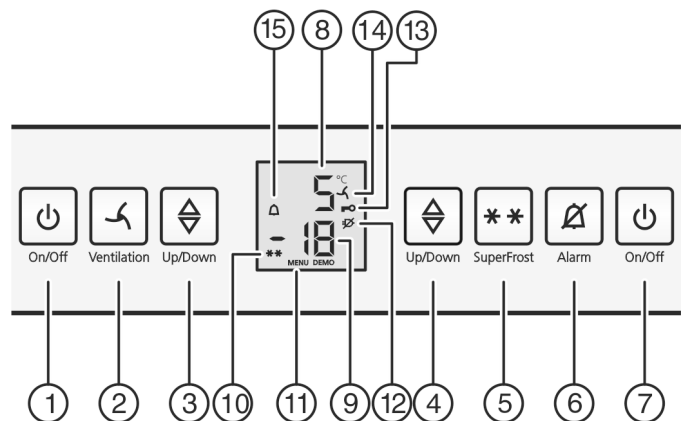

Fig. 2
- ▶ Mit der Taste SuperFrost *Fig. 2 (5)* kurz bestätigen.
- ▷ Das Symbol Kindersicherung *Fig. 2 (13)* leuchtet in der Anzeige.
- ▶ Die Taste On/Off Gefrierteil *Fig. 2 (7)* kurz drücken.
- ▶ Einstellmodus aktivieren: Taste SuperFrost *Fig. 2 (5)* ca. 5 Sekunden drücken.
- ▷ In der Anzeige wird das Symbol Menu *Fig. 2 (11)* angezeigt.
- ▷ Das Symbol Kindersicherung *Fig. 2 (13)* erlischt.
- ▶ Taste On/Off Gefrierteil *Fig. 2 (7)* drücken.
- ▶ Taste On/Off Kühlteil *Fig. 2 (1)* drücken.
- ▶ Taste Alarm *Fig. 2 (6)* drücken.
Gleichzeitig blinkt die Temperaturanzeige und das Symbol Alarm *Fig. 2 (15)*.
Der Tonwarner verstummt automatisch, das Symbol Alarm *Fig. 2 (15)* geht aus und die Temperaturanzeige hört auf zu blinken, wenn die Temperatur wieder ausreichend kalt ist.